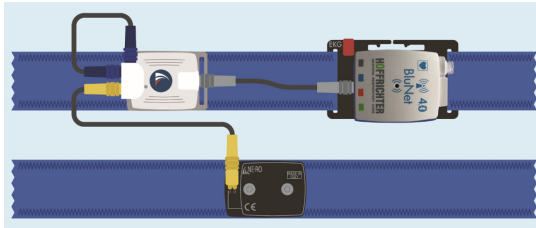

Abbildung 27: DIB verbunden mit den RIP Gürtel Connector Interfaces des Thorax- und Bauch-RIP-Gurts
7. Verbinden Sie das DIB-Modul mit dem RIP Gürtel Abdominal Connector Interface des RIP-Bauchgurts Art. 00020333 mit dem Kabel (gelbe Enden) Art. 00020278, Abbildung 27.